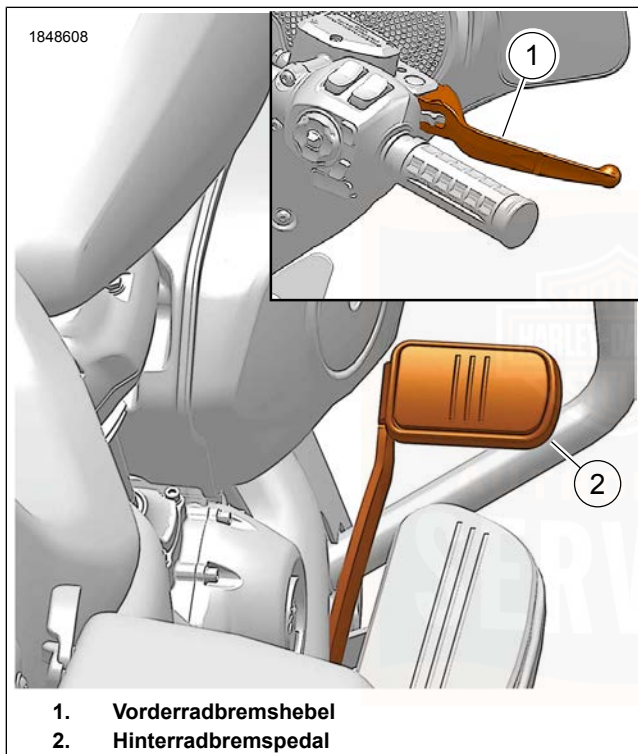

Abbildung 54. Bedienelemente für Bremsen
Siehe Abbildung 54. Mit dem Vorderradbremshebel (1) wird die Vorderradbremse betätigt. Der Hebel befindet sich am rechten Lenker. Den Handhebel mit den Fingern der rechten Hand betätigen.
Siehe Abbildung 54. Mit dem Hinterradbremspedal (2) wird die Hinterradbremse betätigt. Das Pedal befindet sich auf der rechten Seite. Das Hinterradbremspedal mit dem rechten Fuß betätigen.